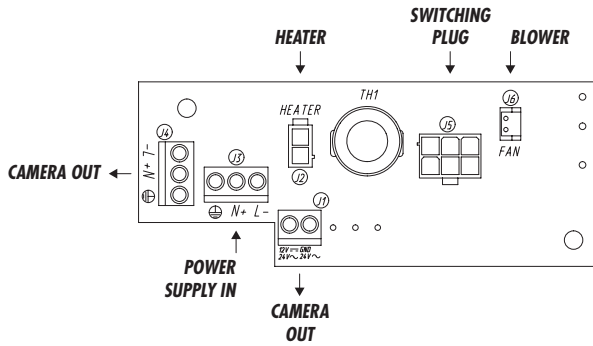

Fig. 9
3. Fügen Sie den zweipoligen Stecker am Kabelende in die vorgesehene, durch J6 (FAN) gekennzeichnete Stelle auf der Trägerschaltung ein (Fig. 9 und 10).